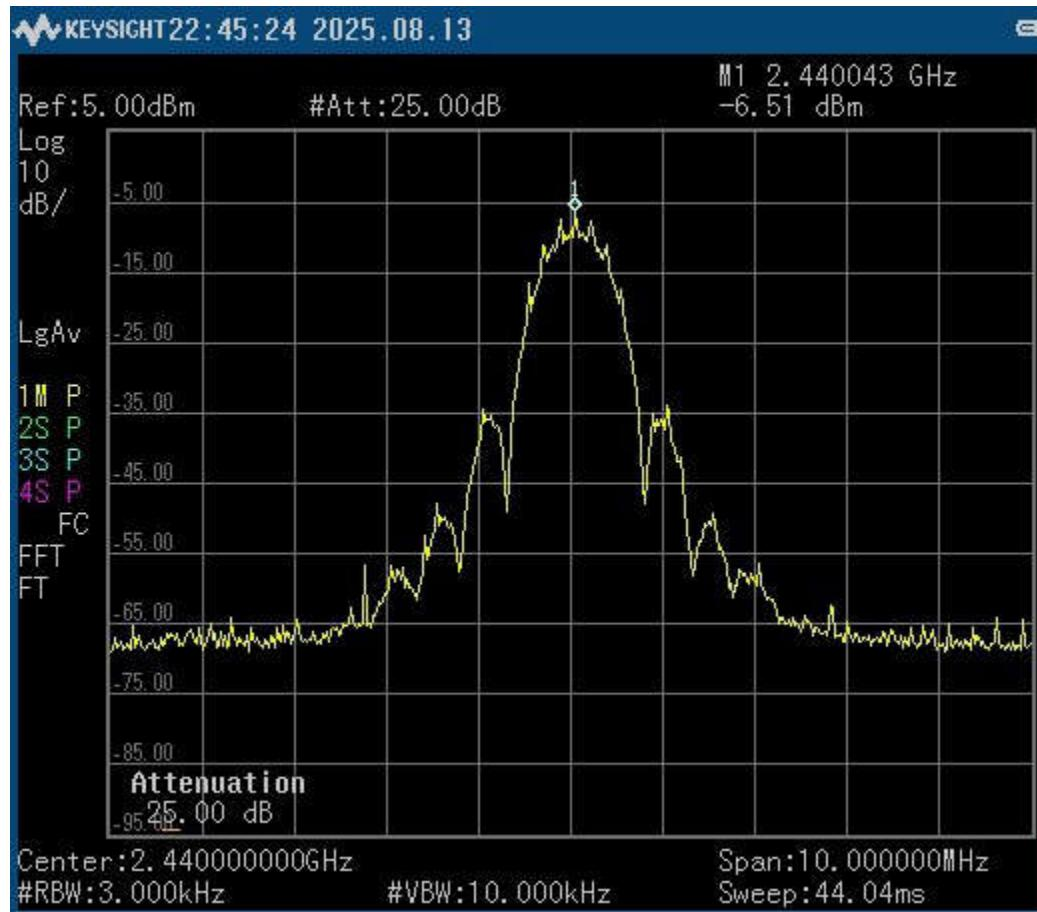

图 7-7. 功率谱密度掩码测试的频谱分析仪输出
- 第 4 步：在频谱分析仪上验证 PSD 掩码是否符合给定标准。（参考 图 7-7，查看频谱分析仪上结果的示例）